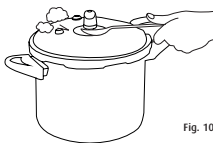

Fig. 10
**2. Al abrir la olla:** cuando retire la olla de presión del fuego, no proceda inmediatamente a retirar la tapa. Espere hasta que la olla se haya despresurizado para abrirla. Para esto se recomienda levantar la pesa reguladora de presión con un tenedor o cuchara y permitir así la salida del vapor. (Fig.10)